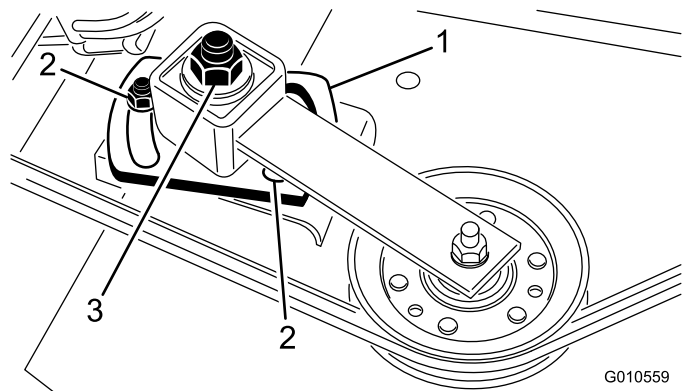

Figure 30
5. A l'aide d'une douille et d'une clé dynamométrique, serrez l'écrou de réglage de la poulie à un couple de 47 à 54 N·m (Figure 30).